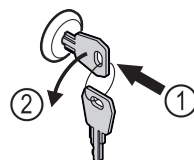

Fig. 179
- ▶ Insérer la clé. Fig. 179 (1)
- ▶ Tourner la clé à 90° dans le sens antihoraire. Fig. 179 (2)